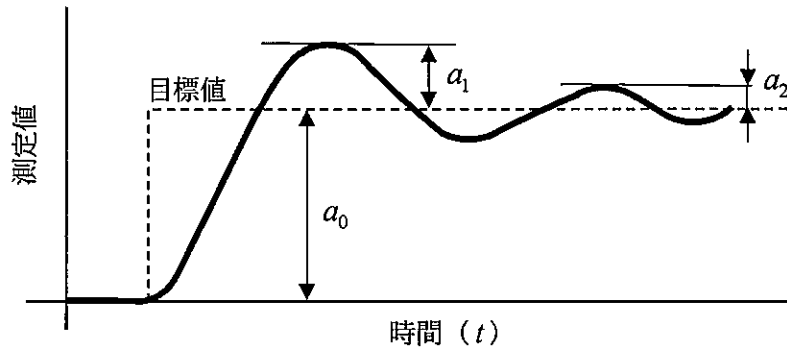

図2 測定値の追従性
4) 設定値をステップ状に変化させたときに、測定値の追従性が図2のようになったとすれば、